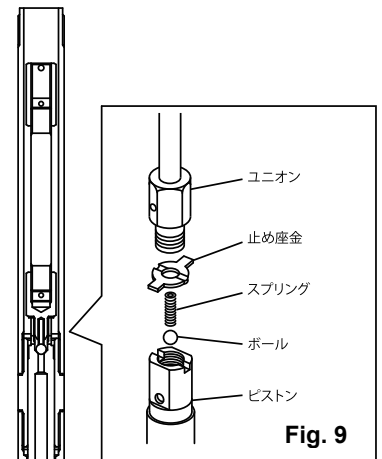

Fig. 9
- 9) ユニオンとピストンを止めている止座金の折り曲げ部分を開き、スパナを使用してユニオンとピストンを分解し、ボールとスプリングを取り出してください。(Fig. 9)